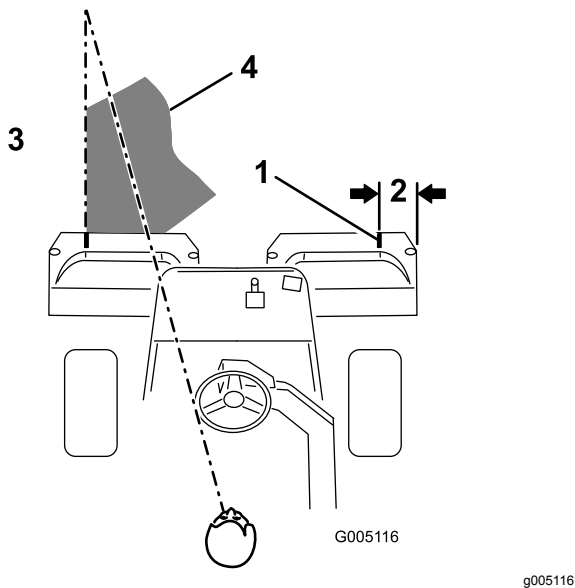

图27
**注意** 为了保持以直线方式穿过果岭、并使得机器与此前剪草的边缘保持等距请在机器前到果岭未剪部分的边缘想象一条长约 1.83m 的视线图27。包括将方向盘的外缘看作视线的一部分即让方向盘边缘对准与机器前面始终保持等距的某个点。